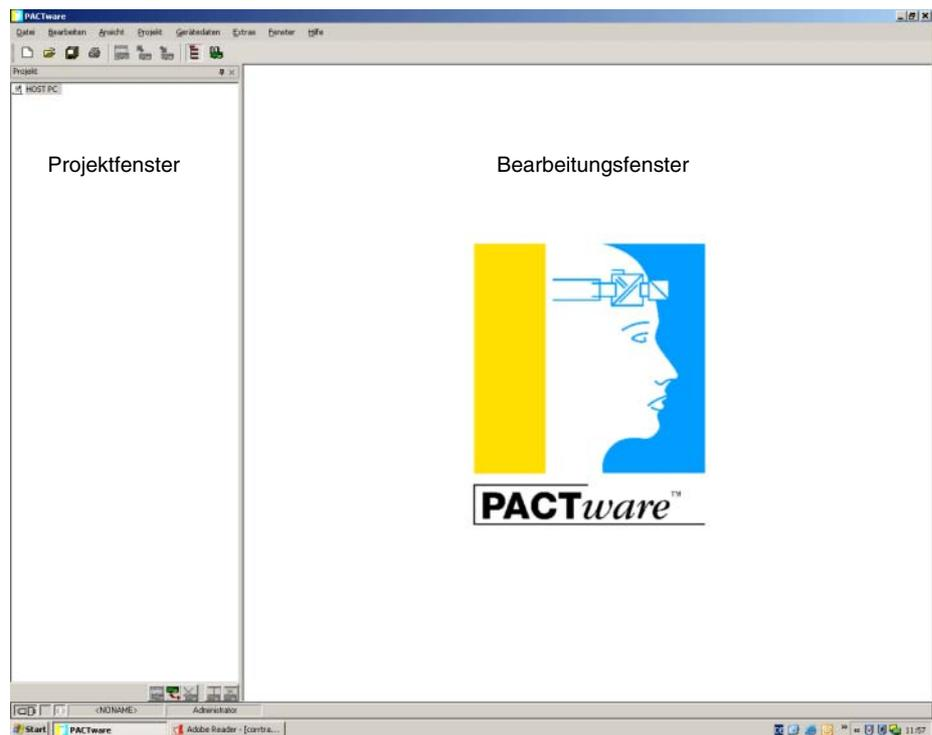

Bild 5.1 PACTware™-Hauptfenster
- ▶ Öffnen Sie die neueste PACTware™-Version. Bitte beachten Sie, dass der DTM des CorrTran MV mit PACTware™ ab Version 2.4 arbeitet. Bild 5.1 zeigt das Hauptfenster nach dem Öffnen des Programmes.